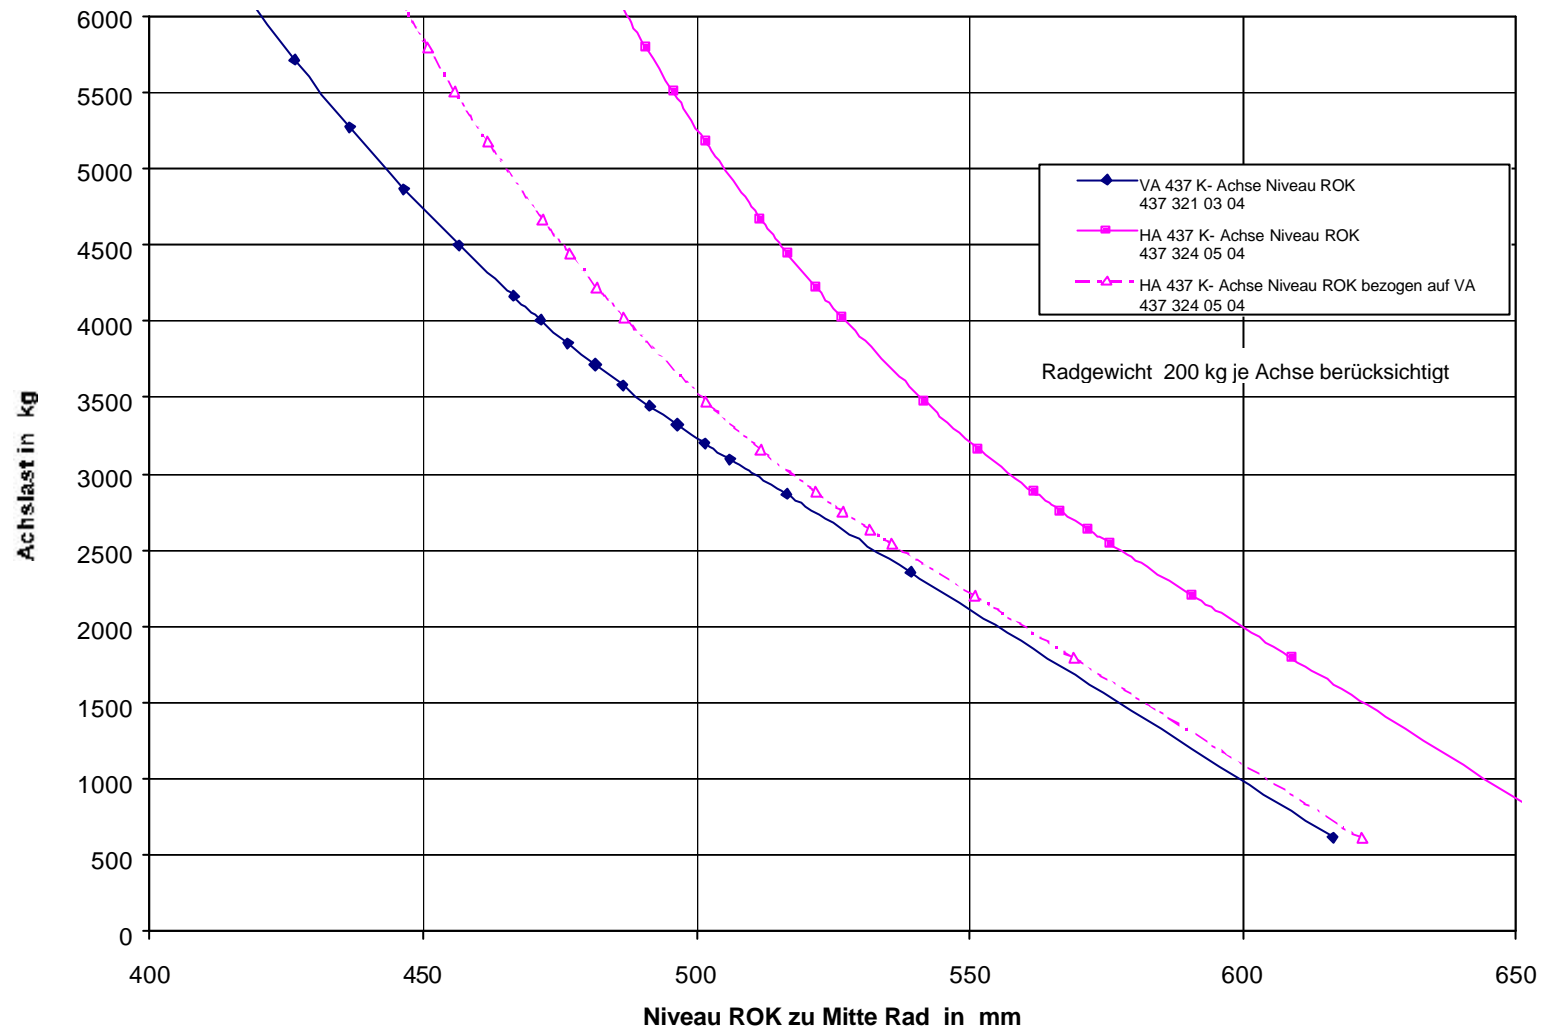

Bild 4.4.1.1 Einfederdiagramm U3000 / U4000
**Anmerkung zum Einfederdiagramm:** Konstruktiv liegt die Rahmenoberkante hinten 40 mm höher als vorn, daher befinden sich im Einfederdiagramm (siehe Bild 4.4.1.1 und Bild 4.4.2.1) für die Hinterachseinfederung zwei Kennlinien (Bezug zur Rahmenoberkante vorn und hinten).